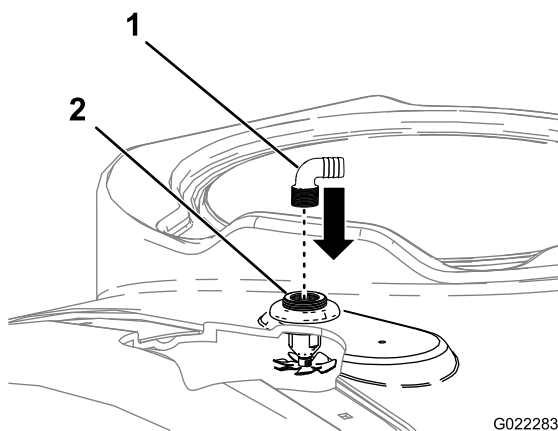

Figure 9
4. Placez les 2 cannelures de flexible de rinçage dans les ouvertures filetées des buses de rinçage (Figure 9).